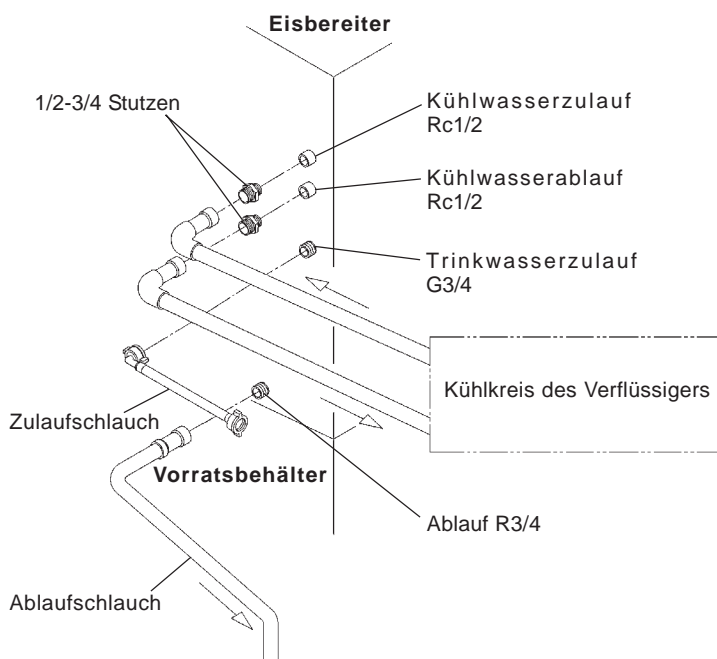

Abb. 9
## [a] Standardanschlüsse nach WRC-Bestimmungen im Vereinigten Königreich (Abb. 9 und 10)
- 3) Den grauen, flexiblen Ablaufschlauch (Zubehör) wie gezeigt (Abb. 9) an den R3/4-Anschluss auf der Rückseite des Eisbereiters festschrauben. Dabei wieder darauf achten, dass der Gummidichtungsring sicher eingepasst ist, bevor man die Verbindung von Hand festschraubt. Dieser Schlauch lässt sich auf die richtige Länge, d. h. der Position des Hauptabflusses entsprechend, zuschneiden.
- 5) Verbinden Sie den Kühlkreis des Verflüssigers wie gezeigt (Abb. 9) unter Verwendung eines geeigneten steifen Schlauchs mit dem freien Ende der 1/2-3/4 Stutzen. P.T.F.E.-Band und/oder ein geeignetes Dichtmittel sind zu verwenden, um eine dichte Verbindung zu erhalten.